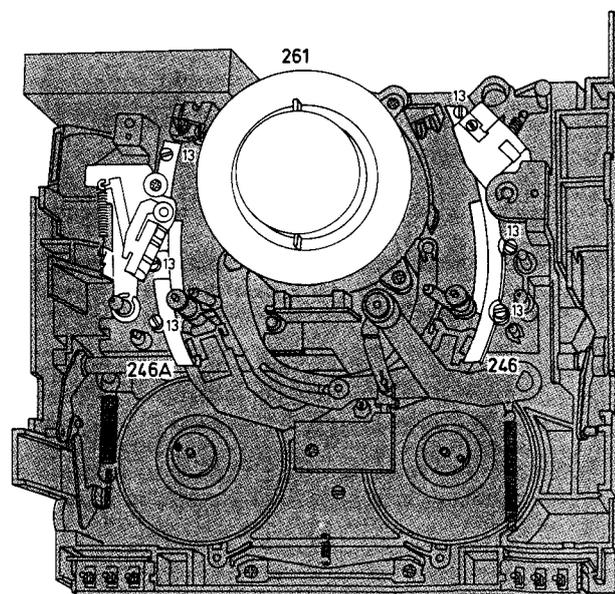

Fig. 2-17
- Die 3 Schrauben 13 mit denen die Führung 246 befestigt ist, lösen. (Abb. 2-17).
- Die 3 Befestigungsschrauben 13 aus der Schlittenführung herausdrehen. (Abb. 2-17).
- Befestigungsschrauben 13 der Führung einschrauben. (Abb. 2-17).